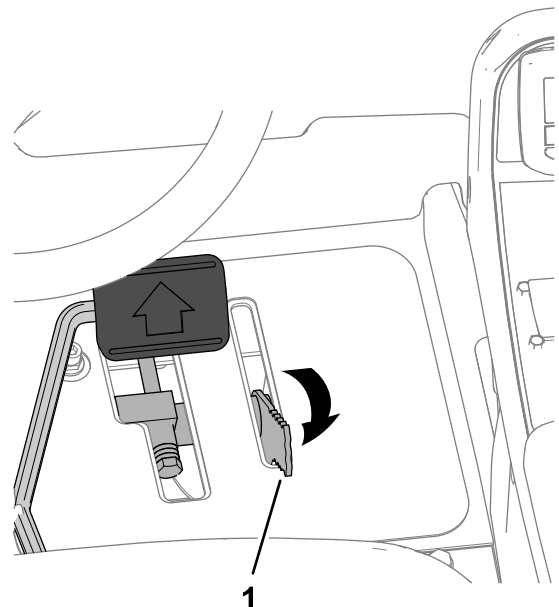

図 58
3. 刈り込み速度リミッタを後方に動かして移動走行位置にする 図 58。